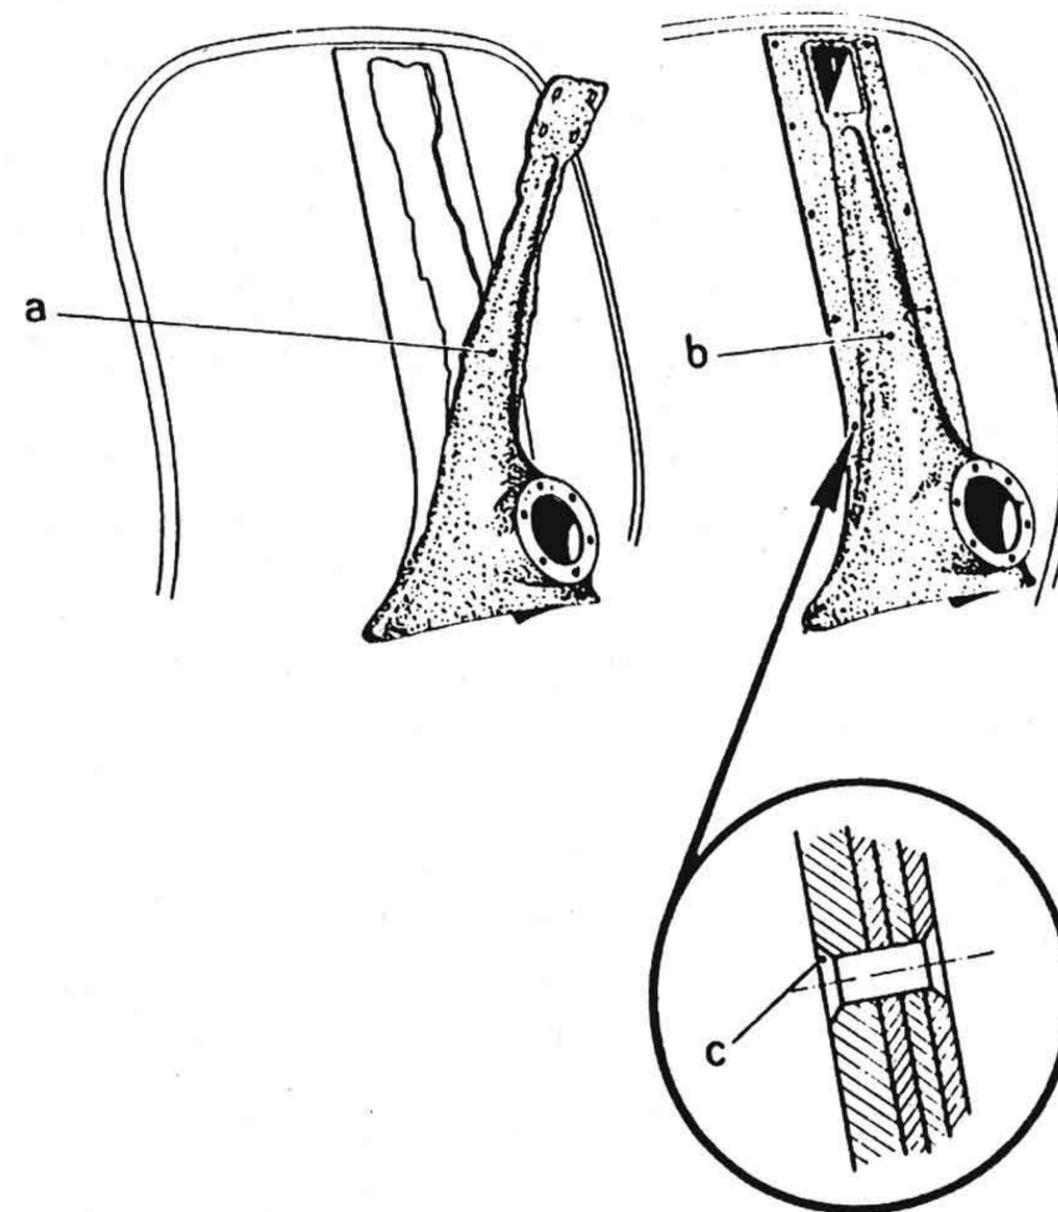

Fig. 57
- a) - Enlever au ciseau, après avoir ôté le tablier, la partie en relief du cache direction effectuant la coupe comme indiqué dans la figure 57 par la lettre « a ».